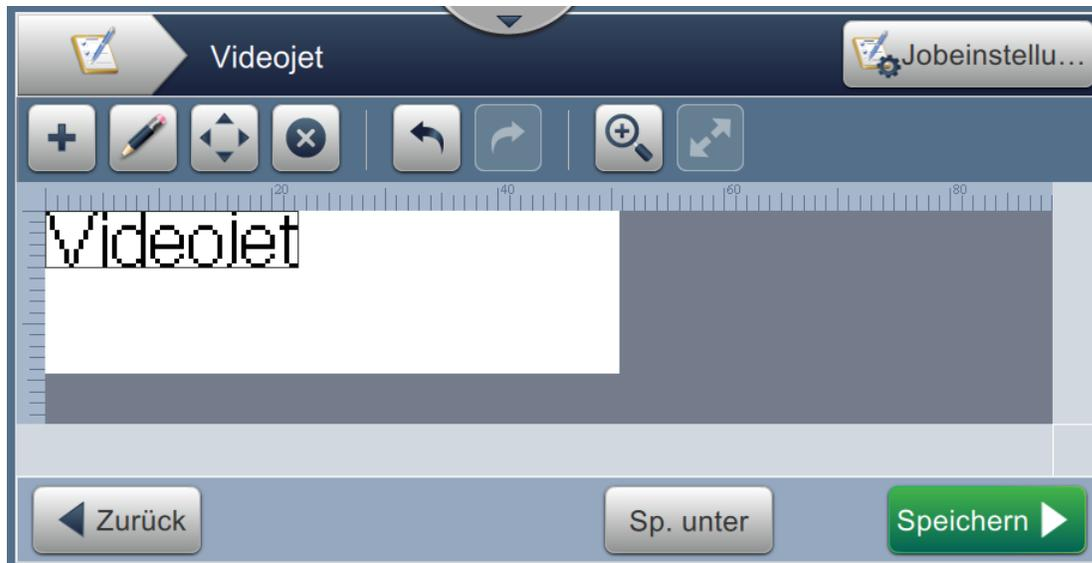

Abbildung 5-14: Bildschirm zur Feldbearbeitung.
3. Berühren Sie das zu bearbeitende Feld und anschließend  (siehe Abbildung 5-14).